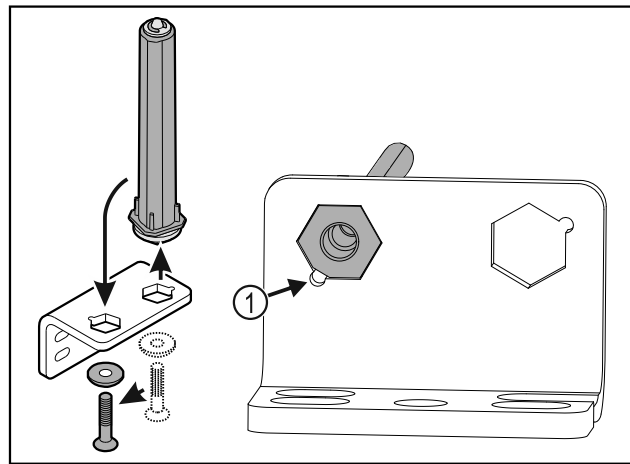

Fig. 29
- ▶ Atkreipkite dėmesį į tai, kad įstatant nuožulni kaiščio pusė Fig. 29 (1) nukreipta į apvalią skylę.